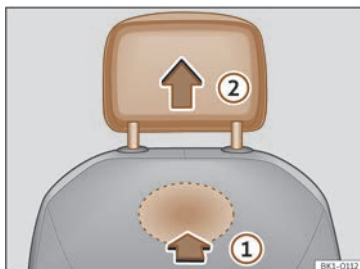

Fig. 72 Repousacabezas dianteiro: desmontaxe.
- Para desbloquealo, busque o rebaixe situado na parte posterior do respaldo pola área marcada e prema no sentido da frecha >>> **fig. 72 ①**.
- Retire o repousacabezas no sentido da frecha ②.